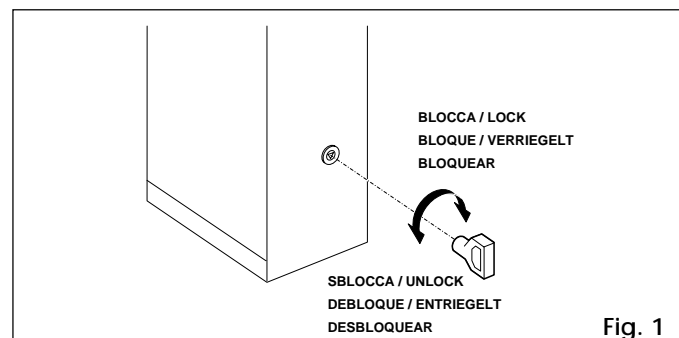
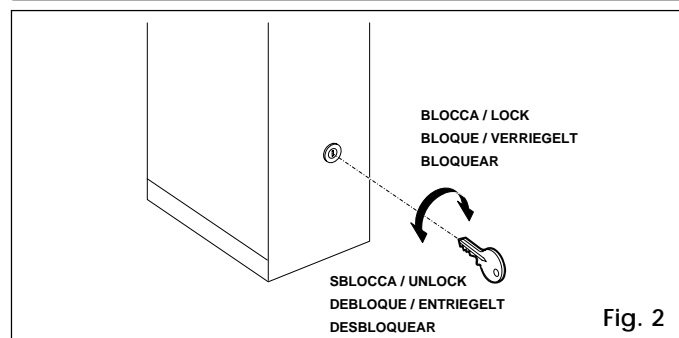

Fig. 1
Fig. 2
- Insérer la clé triangulaire standard (fig.1) ou personnalisée (fig.2) dans la serrure et la tourner d'un tour dans le sens inverse aux aiguilles d'une montre.